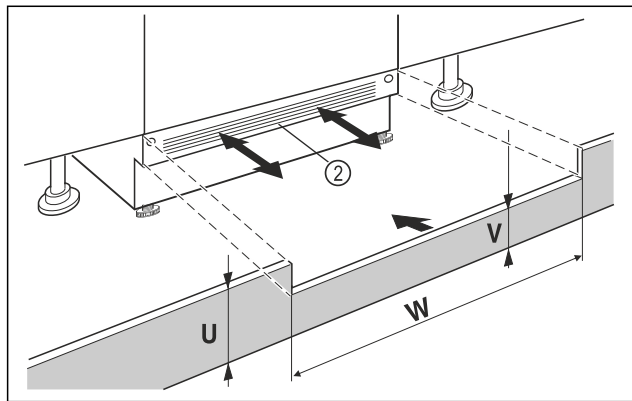

Fig. 98 Représentation à titre d'exemple
- Mettre le panneau de socle de l'appareil Fig. 98 (2) en place sans le fixer.
- Si le panneau de socle est visible Fig. 98 (2), le tirer vers l'avant de sorte à aligner l'avant de la grille d'aération et du panneau de socle du meuble.
- Si le panneau de socle est dissimulé Fig. 98 (2), le pousser entièrement vers l'arrière.
- Veiller à ce que les fentes d'aération soient complètement dégagées : si nécessaire, couper le panneau de socle du meuble Fig. 98 (U) en hauteur !
- Ajuster la hauteur de la traverse Fig. 98 (V) sous le panneau de socle de l'appareil Fig. 98 (2) sur la largeur de la niche Fig. 98 (W).